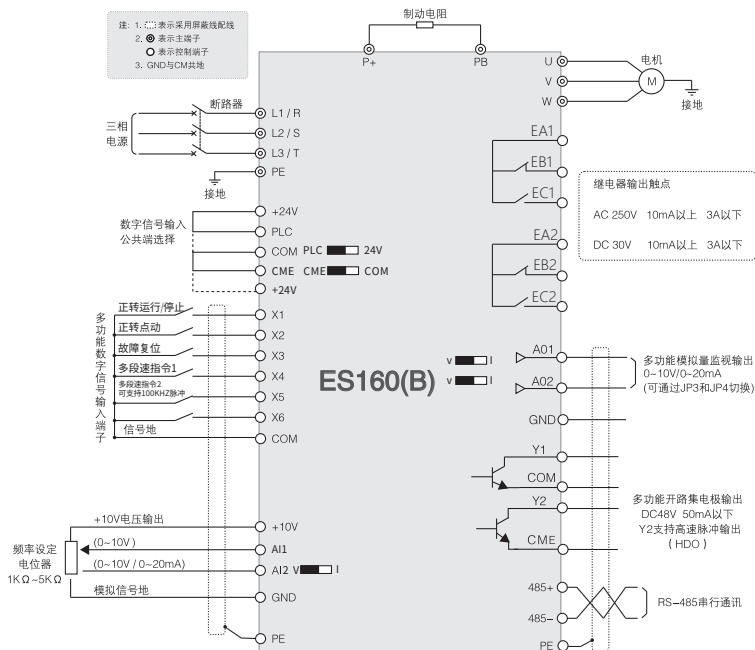

图 3-9 主回路和控制回路的标准接线
ES160(B) 系列变频器主回路和控制回路的标准接线如下图 3-9 所示